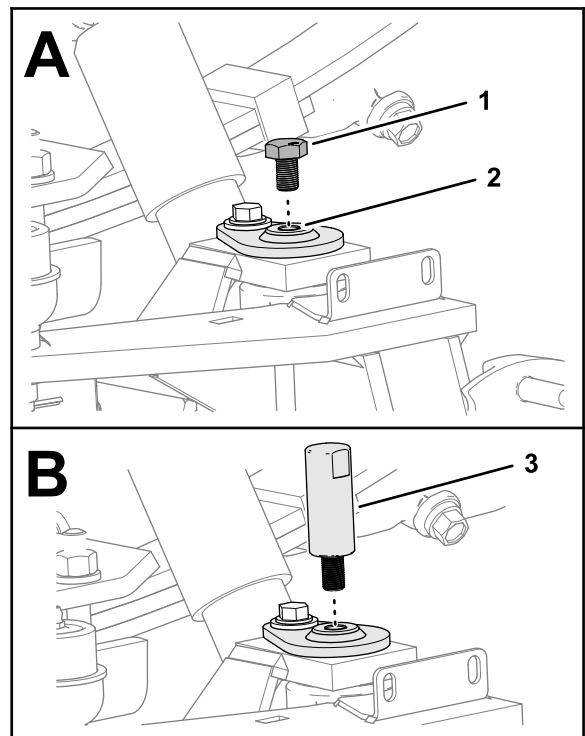

Figure 14
1. Retirez la vis au bout de l'axe de pivotement (Figure 14).
2. Vissez l'outil d'alignement au sommet de l'axe de pivotement (Figure 14).